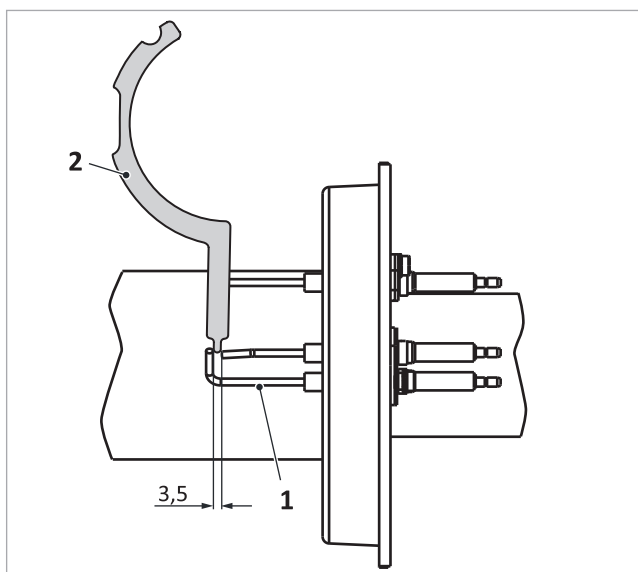

Fig. 48: Distanza tra elettrodi e massa dell'elettrodo di accensione
3. Verificare le distanze dell'elettrodo di ionizzazione con l'ausilio del calibro per elettrodi → fig. 48 (2) (eventualmente correggere piegando con attenzione).
- elettrodi tra loro → fig. 48 (1): 3,5 mm